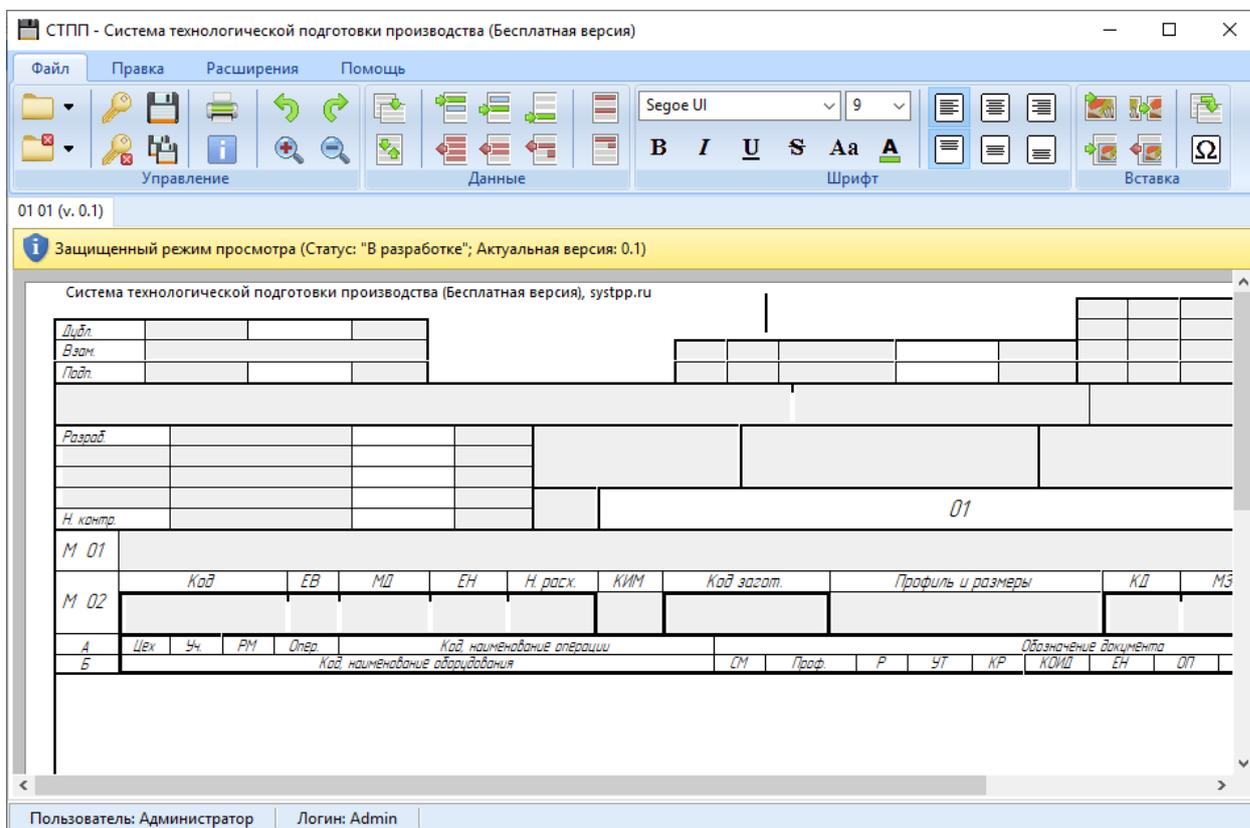

Рис. 5 — Внешний вид активного документа.
4.1.2 Активный документ представляется в основном окне системы в виде оформленных страниц (листов) документа и полностью соответствует результату при выводе на печать, экспортировании в файл «*.xlsx» или файл изображения (*.png, *.bmp, *.jpg) (Рис. 5).